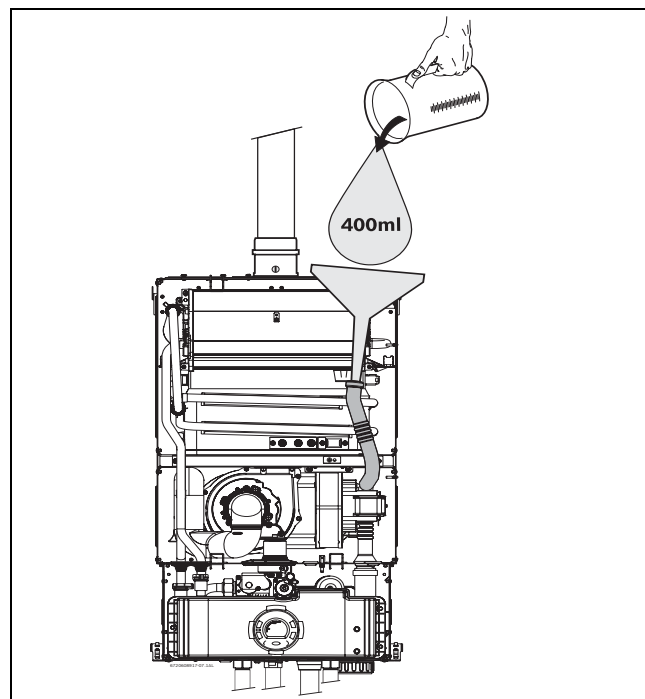

Fig. 63 Riempimento del serbatoio, con acqua
- ▶ Riempire il serbatoio di raccolta condensa con circa 400 ml di acqua direttamente dal tubo di scarico condensa. Per evitare danni all'apparecchio, inserire un imbuto nell'estremità del tubo (Fig. 63).
- ▶ Posizionare la centralina in posizione di "Manutenzione" facendo agganciare la sua parte posteriore ai fori presenti sul telaio in lamiera dell'apparecchio (vedere Fig. 63).